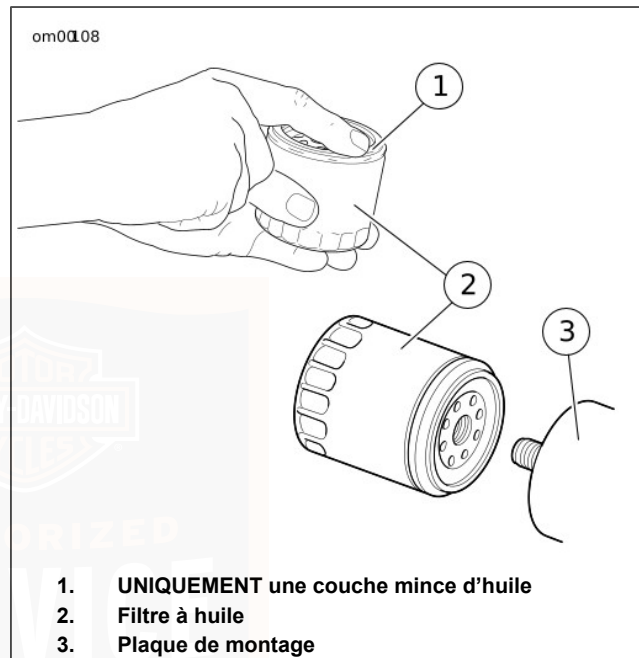

Figure 30. Application d'une couche mince d'huile
2. Voir la Figure 30. Nettoyer la surface de contact du joint de filtre du support de filtre à huile avec un chiffon propre. La surface doit être lisse, sans impuretés et sans morceaux de joint.
3. Appliquer une fine couche d'huile sur la surface de contact du joint sur le carter moteur (3), le joint et le **nouveau** filtre à huile.